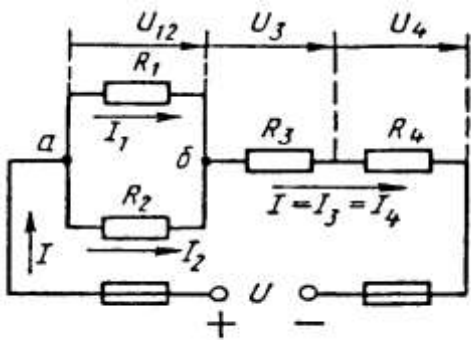

Рис. 1
Условие задачи. Цепь постоянного тока со смешанным соединением состоит из четырех резисторов. Заданы схема цепи (рис. 1), значения сопротивлений резисторов:
2) обозначим токи  $I_1, I_2, I_3, I_4$  на (рис. 1) стрелками и определим их значения из формулы мощности:
Формулировка закона: алгебраическая сумма токов в узловой точке равна нулю. Математическая запись для узла б схемы цепи рисунок 1: